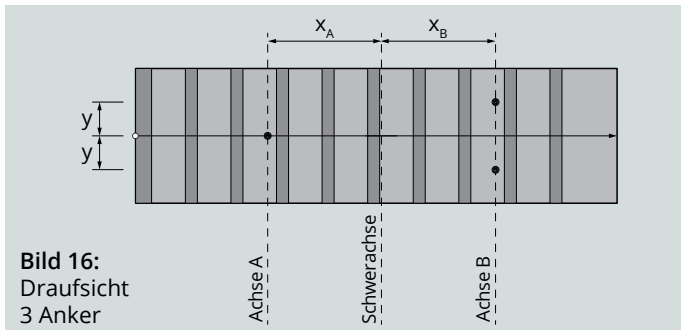

Bild 16:
- **Lage bei drei Anker:** Bei drei eingebauten Anker im Auftritt der Treppe, sind zwei Anker im oberen Teil und ein Anker im unteren Teil der Fertigteilstufe anzuordnen. (Bild 16)